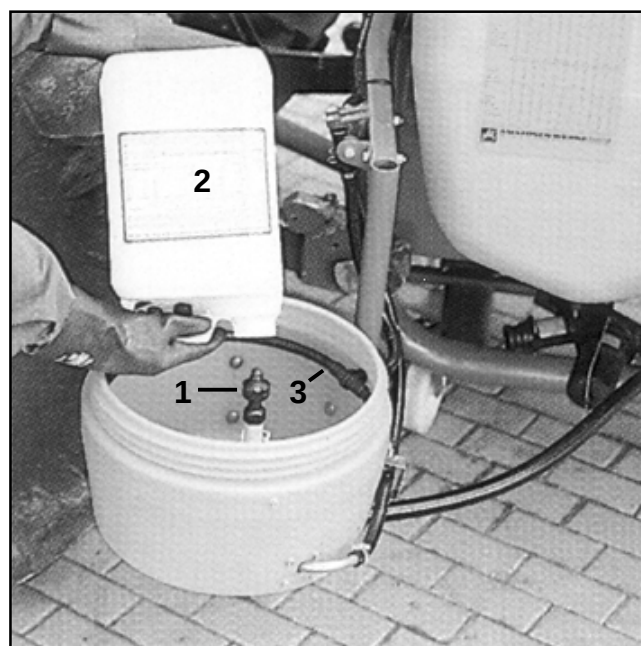

Fig. 10.22
- Envejshane (fig. 10.20/7) på hanegruppen til beholderskylledysen (fig. 10.22/1) åbnes.
- Dunke eller andre beholdere (fig. 10.22/ 2) sættes ned over studsene på beholderskylledysen, trykkes ned, og holdes nede i **mindst 30 sek.** Dunken bliver skyllet ren via den roterende skylledyse.
- Når man skal skylle kemikaliepåfyldningsbeholderen ren med ringslangen (fig. 10.22/ 3), skal envejshanen (fig. 10.18/8) åbnes.